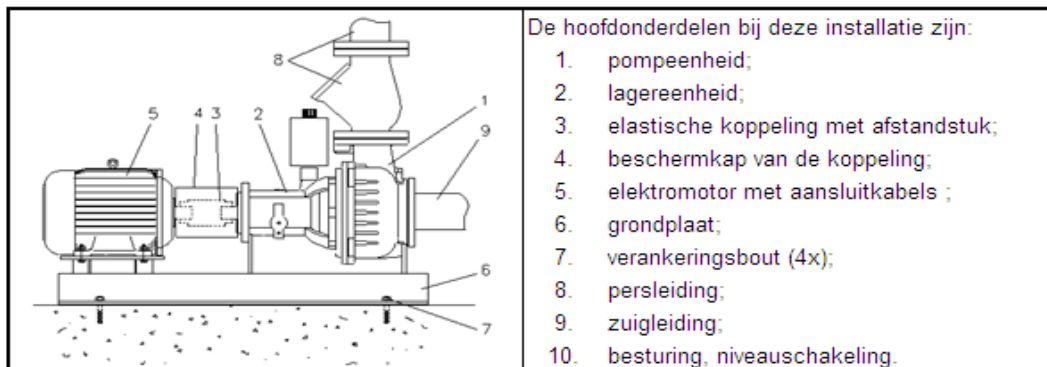
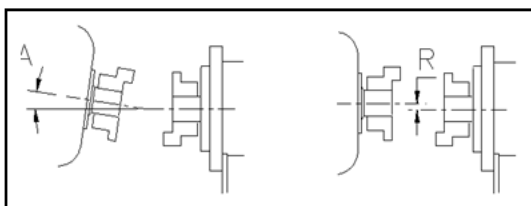

Fig. 7.1
Fig. 7.3
Horizontale opstelling op grondplaat. Zie fig.7.1.
- De grondplaat wordt verankerd aan de fundatie d.m.v. de 4 bevestigingsgaten zie fig.7.1 pos.7.
- Door het verankeren van de grondplaat en het aansluiten van de leidingen kan de uitlijning gewijzigd zijn. Verwijder de beschermkap, zie fig.7.1 pos 4.
1. De radiale afwijking (R) max.0.4mm.
2. De hoekafwijking (A) max.1° (zie fig. 7.3)